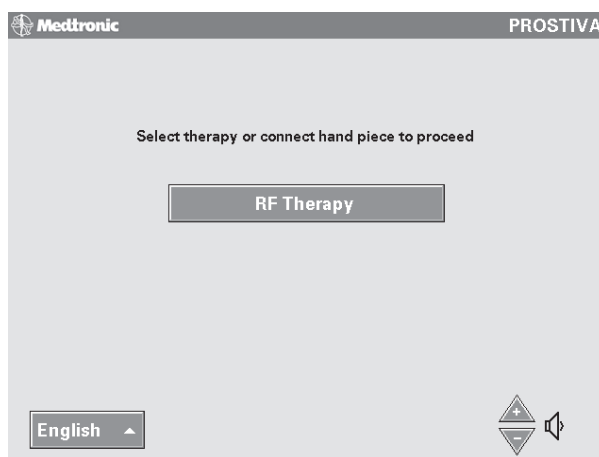

Figura 4-10. Confirme que aparece la pantalla de terapia Prostiva RF.
2. Confirme que aparece la pantalla de terapia Prostiva RF (Figura 4-10); pulse el botón RF Therapy (terapia RF).